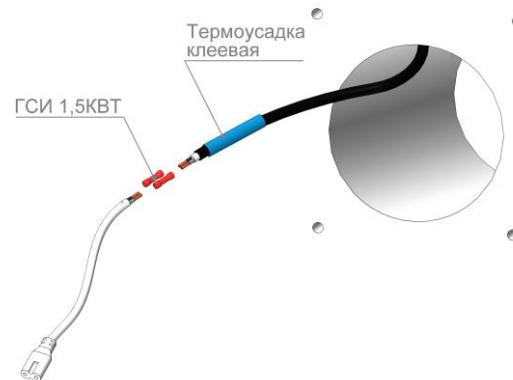

Рис. 12
- Соедините вывод скрытого кабеля с отрезком ранее подготовленного кабеля при помощи гильз соединительных ГСИ 1,5 КВТ. (Рис. 12) Для герметичности, усадите на соединения kleевую термоусадку длиной не менее 50 мм в два слоя. Верхняя трубка термоусадки должна быть длиннее нижней.